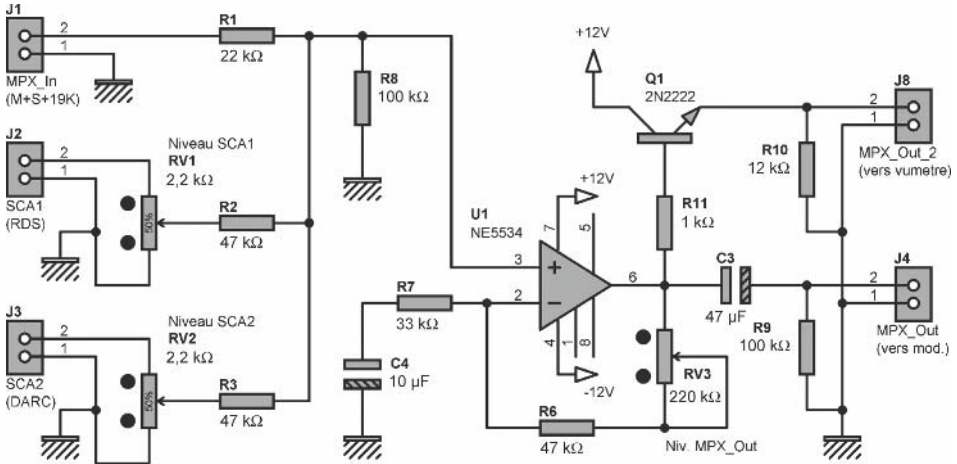

Figure 3.13
**Tentatoo** – Oui, avec un sommateur simple comme celui présenté en figure 3.13.